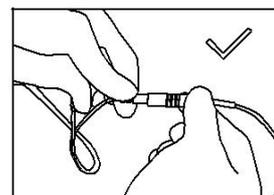

Рисунок 17
- г) Загубник должен касаться изогнутого провода держателя файла (см. Рисунок 17), для подтверждения исправности на ЖК-дисплее отображается значение «-3» (см. Рисунок 18, в), в противном случае – держатель файла или измерительный провод повреждены и должны быть заменены.